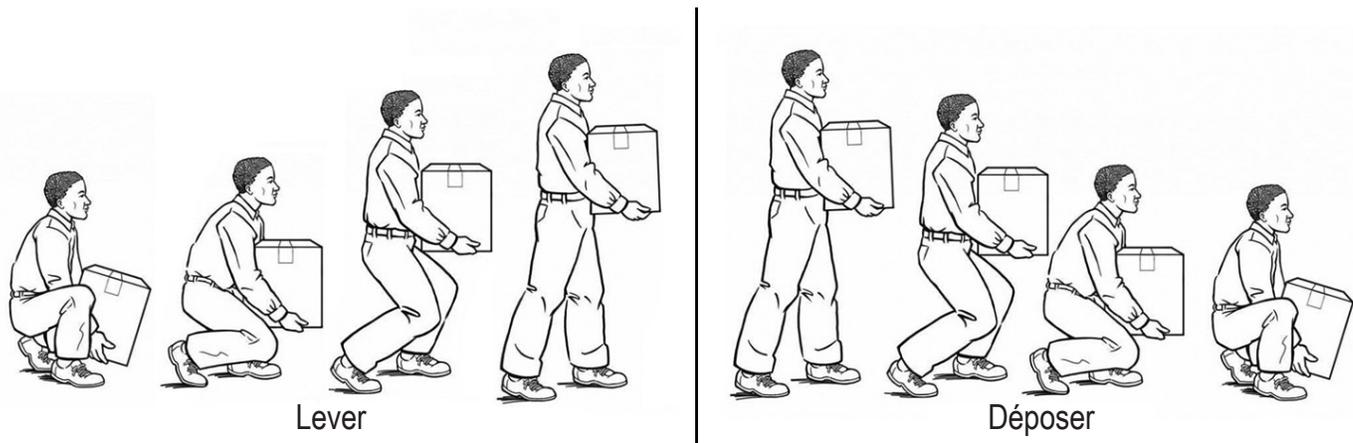

Figure 1
- Lors du levage et du transport, tenez toujours la pompe près de votre corps. (Voir la figure 1)
- Lorsque vous commencez à soulever, fléchissez les genoux et tenez le dos bien droit. (Voir la figure 1) Contracter les muscles du ventre vous aidera à tenir le dos droit.
- Pendant le levage, faites travailler vos jambes et assurez-vous que vos jambes sont écartées de la largeur de vos épaules. (Voir la figure 1)
- **Entraînement par poulie** - Montez les poulies aussi près que possible des paliers d'arbre de moteur et de pompe. Vérifiez l'alignement à l'aide d'une règle droite, comme illustré à la figure 1.